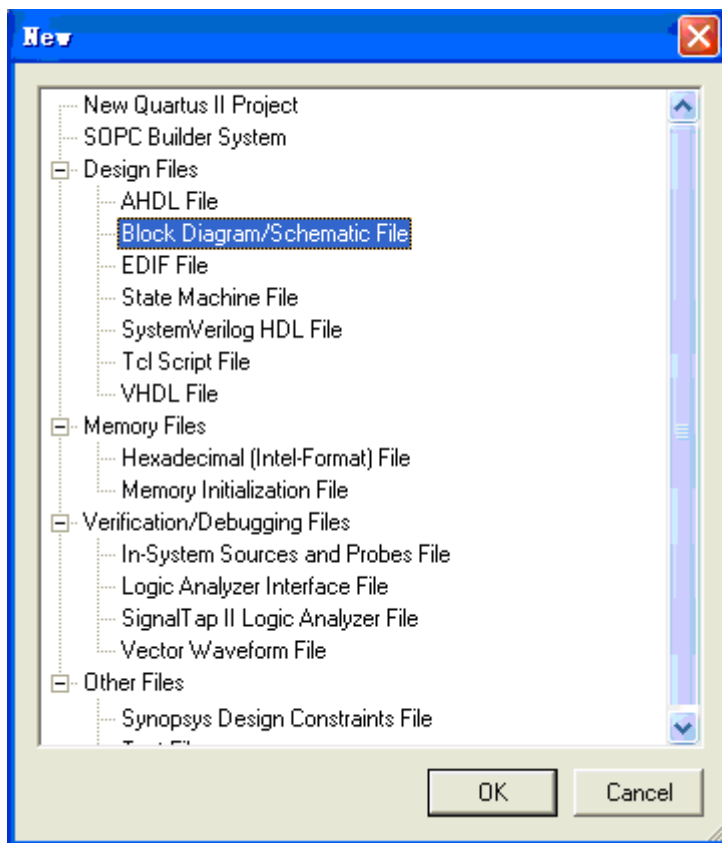

图 4-1 选择设计文件
3. 选择菜单项 File -> New...，在弹出的对话框中选择 Block Diagram/Schematic File，点击 OK。如图 4-1。